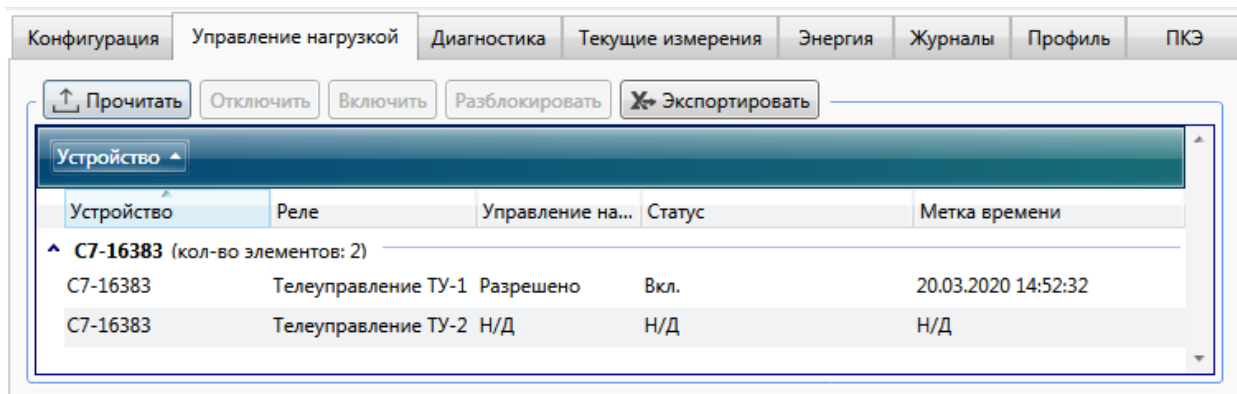

Рисунок 9.52 – Управление реле
9.7.10.3 Для просмотра состояния реле выбрать *Телеуправление ТУ-1 (Телеуправление ТУ-2)* и нажать кнопку *Прочитать* (рисунок 9.52), при этом в столбце *Состояние реле* отобразится состояние реле, которое может принимать одно из следующих значений:
9.7.10.4 Для управления реле выбрать в конфигураторе *Телеуправление ТУ-1* (*Телеуправление ТУ-2*) и нажать кнопку *Отключить* (*Включить/Разблокировать*) (рисунок 9.52).